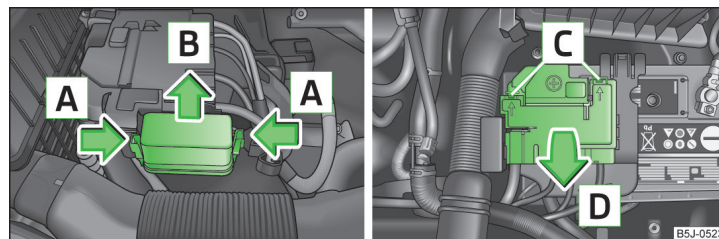

Abb. 159 Fahrzeugbatterie: Abdeckung des Sicherungskastens
- Die Sicherungsbügel der Abdeckung des Sicherungskastens gleichzeitig in Pfeilrichtung **A** » Abb. 159 zusammendrücken und die Abdeckung in Pfeilrichtung **B** herauschieben.